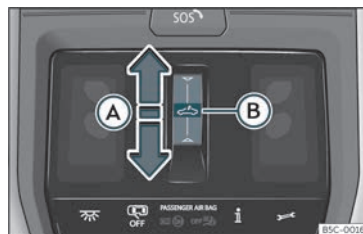

Fig. 83 No revestimento interior do teto: botão do teto de vidro.
»» Fig. 83 (A).
- Antes de decorrerem aprox. 5 segundos da ativação da função antientalamento, deslize o dedo para a frente sobre a área funcional **Fig. 83** e mantenha pressionado até o teto se fechar totalmente.